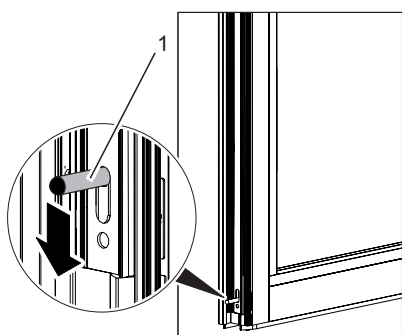

Fig. 8: Actionnement du verrou d'extrémité
1. Pousser vers le bas le verrou d'extrémité (Fig. 8/1) avec la pointe du pied ou la main.